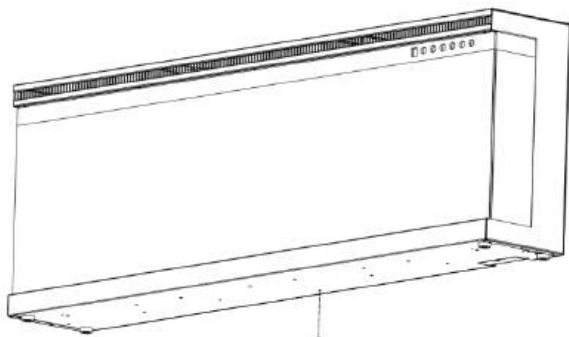

Fig 1-1
A. Retirez la vis argentée située au bas de l'appareil. (**Fig 1-1**). Mettez la vis de côté.